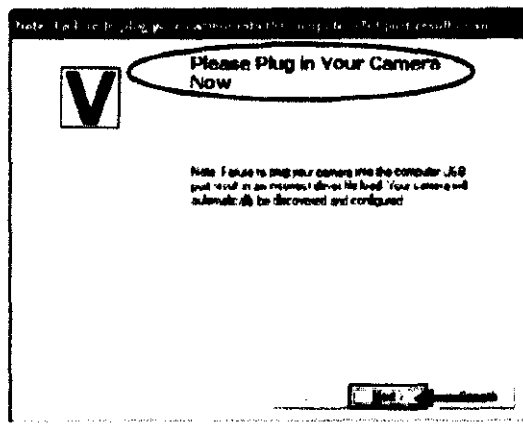

Figura 8
5. A continuación, se le indicará que conecte la cámara al puerto USB, como se muestra en la **Figura 8**.